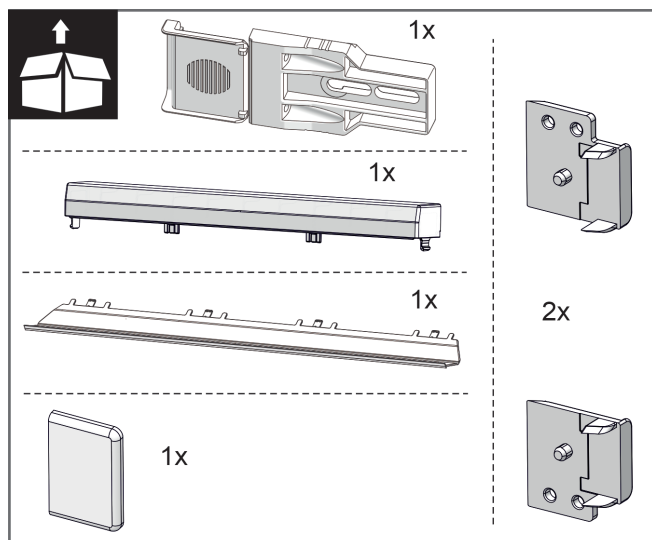
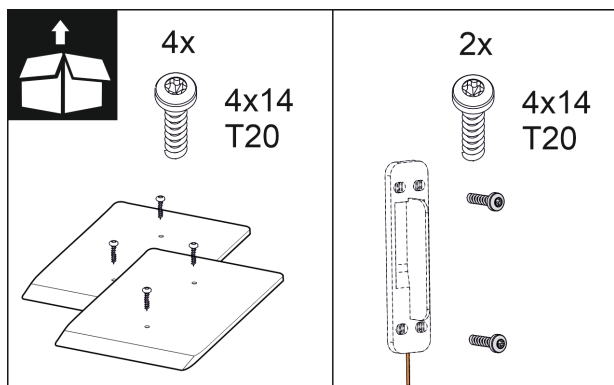

Fig. 10
Fig. 16
2. Ellenőrizze a szerelőkészletet a tartozékcsomagban. Fig. 10 () – Fig. 16 ()
Szerelőkészlet a tartozékcsoomagban Fig. 10 () - Fig. 16 ()